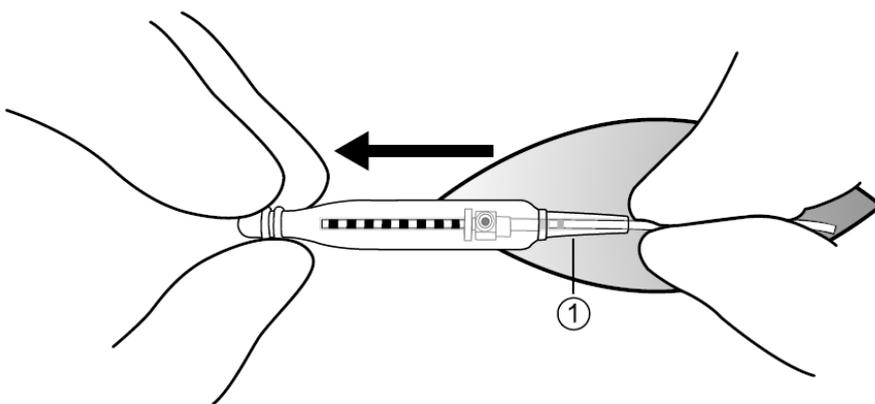

Figura 17. Extracción del electrodo del capuchón de electrodo.
① Cuerpo del electrodo situado en el capuchón de electrodo
3. Retire con cuidado el electrodo del capuchón de electrodo y aparte el capuchón de electrodo para desecharlo (Figura 17).